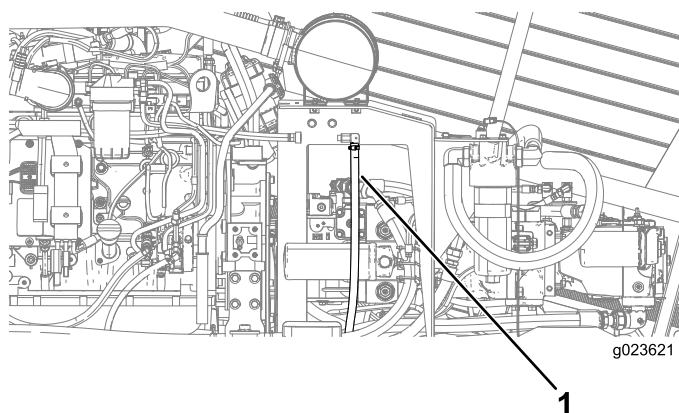

Figura 115
3. Cuidadosamente, retire o tubo de respiro do cárter (Figura 115).
4. Limpe a extremidade do tubo (Figura 115).